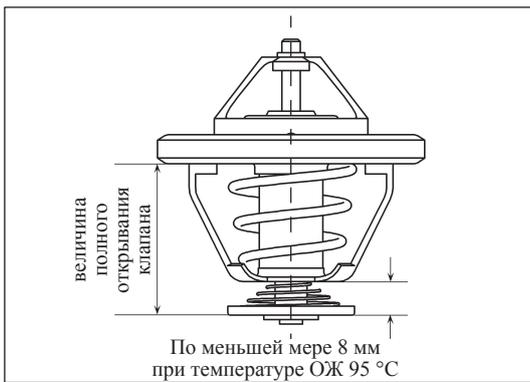

Рис. 10-5-6. Проверка открывания клапана термостата
- в) Проверить открывание клапана термостата, как изображено на рис. 10-5-6.